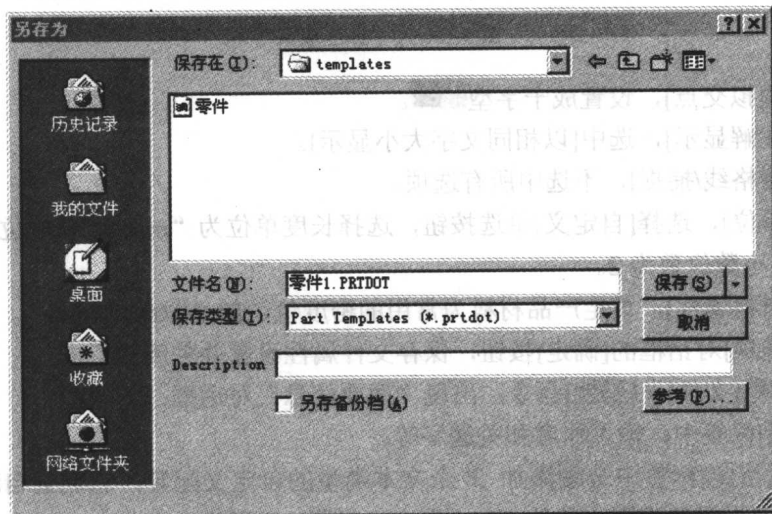

图 1-8 “另存为”对话框
⑫ 完成文件模板设置后，单击[保存]按钮 ，打开“另存为”对话框，如图 1-8 所示，在“保存类型”中选择零件模板“Part Templates (*.prtdot)”。此时，文件的保存目录会自动切换到 SolidWorks 安装目录：\data\templates。